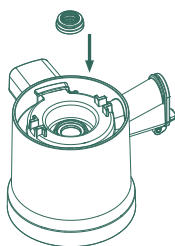

Fig. 16b
b. Dopo la pulizia, reinserirlo nel foro centrale. La piccola superficie scanalata dovrebbe essere rivolta verso l'alto (Fig. 16b). Assicurarsi che l'incavo del cerchio di tenuta si adatti bene alla ciotola per succhi.